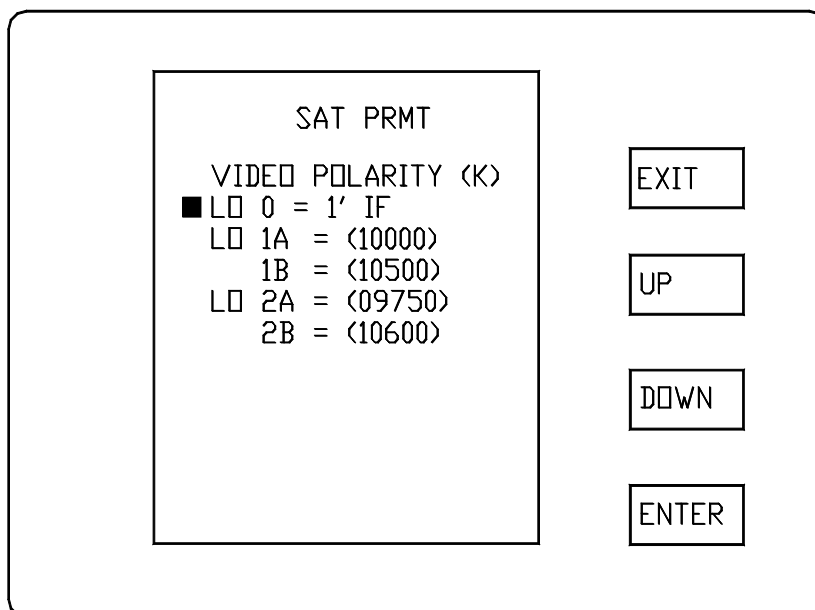

Figura 6: Schermata per la scelta delle frequenze dei transponder
- Premere **LO+VP (29)**. Compare la schermata di Figura 6.